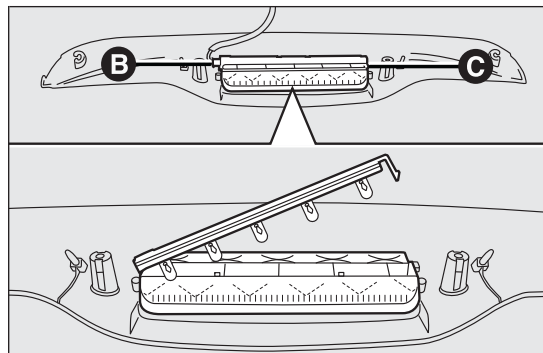

fig. 118
- débrancher le connecteur électrique B fig. 118;
- appuyer sur le dispositif de retenue C fig. 118 et ouvrir la douille ;